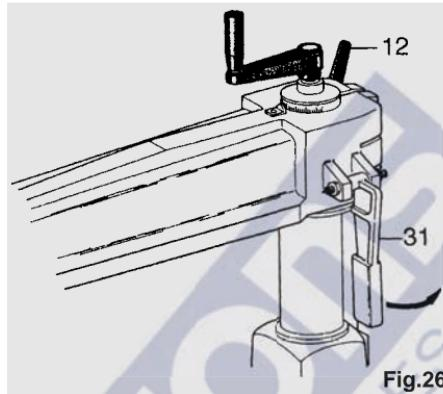

Fig.26
Om de arm met de kop op de zuil te draaien verwijzen we naar afbeelding 26, waar men de zelfcentrerende wighendel ziet (31) die men moet ophffen en de jaccardhandgreep (12) die men moet los- en aandraaien.